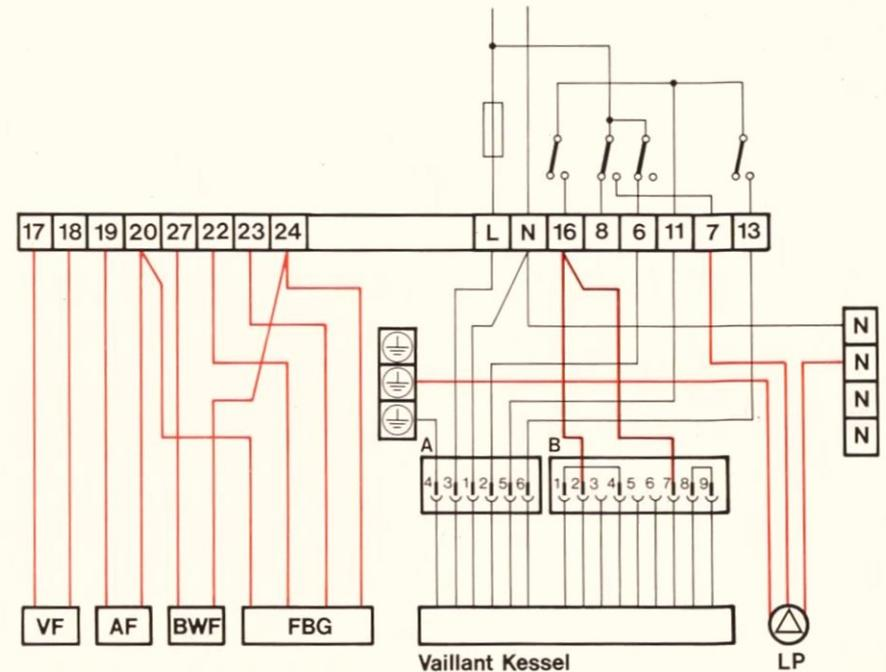
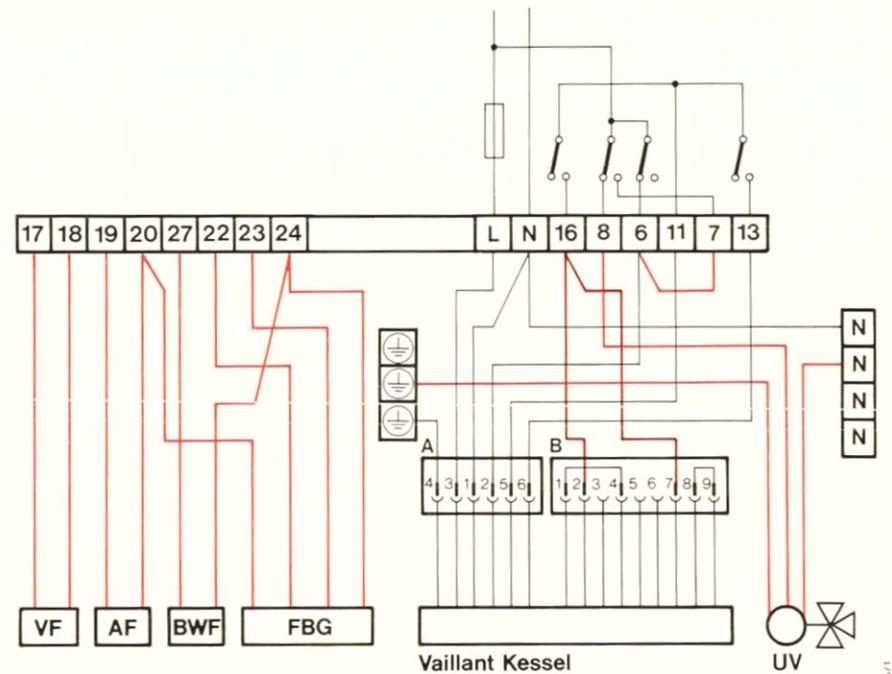

Abb. 6
Abb. 7
Zum Einbau des Kompaktreglers muß der Kessel bzw. das Schaltpult mit der anschlussfertig verdrahteten Sockelplatte (3) zum Aufstecken des Kompaktreglers ausgestattet sein. Dazu Verdrahtungspläne Abb. 6 und 7 Seite 7 und 8 beachten!
Die Ader (7) und die Ader (9) entsprechend der Abbildung 6 anklennen.
Anschlußverdrahtung der Geräte entsprechend den Verdrahtungsplänen Abb. 6, 7, 8 und 9 vornehmen.
- 8 Anschlußkabel mit Stecker (Siehe Pos. B Abb. 6 und Abb. 7)